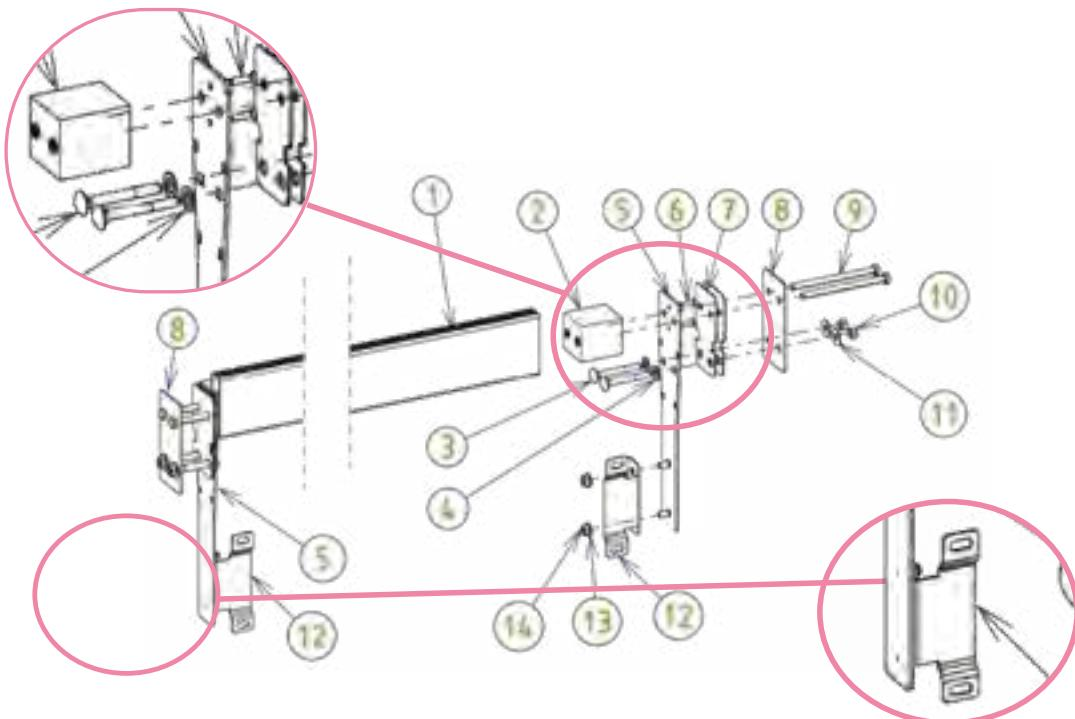

Figura 43 - Montaggio e montaggio della trave
Fissare le due staffe di montaggio a parete del vano (12) alle piastre di montaggio della trave (5) utilizzando quattro dadi (14) e quattro rondelle A4 SS da 8 mm di diametro (13). Le parti sporgenti delle staffe di montaggio a parete del vano (12) che presentano un'asola devono essere poste sul lato opposto allo skimmer e all'asse di copertura automatico (vedere lo zoom focalizzato sulle staffe di montaggio a parete del vano (12) in *Figura 43*). Inserire i blocchetti in poliammide (2) su entrambi i lati della trave (1) utilizzando un mazzuolo, assicurandosi che gli inserti in ottone sui blocchetti in poliammide siano orientati verso l'interno della trave.
Infine, fissare il muretto alle staffe (parte 12 in *Figura 43*) utilizzando quattro viti a fornello 8 x 16 (7), quattro rondelle e quattro dadi A4 SS di 8 mm di diametro.